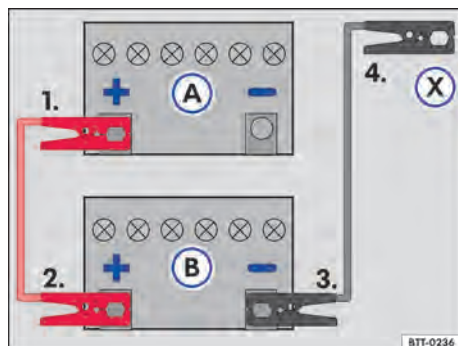

Fig. 123 Esquema para a conexão dos cabos auxiliares de partida: bateria do veículo descarregada (A) e bateria do veículo fornecedora de corrente (B).
Legenda para → Fig. 123:
- Conectar uma extremidade do cabo auxiliar de partida *vermelho* ao polo positivo → Fig. 123 ⊕ do veículo com a bateria do veículo descarregada A → ⚠.